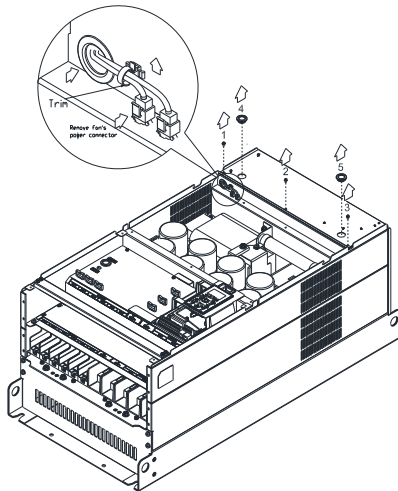

图 3
4. 将螺丝 (1~3) 与护线环 (4~5) 卸下 (如图 3 所示)。